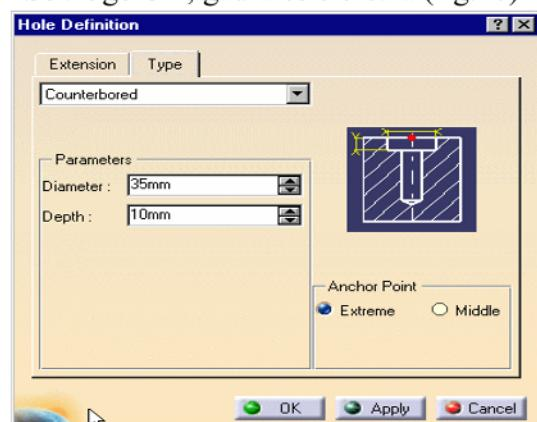

Fig.27. Dialogul de alegere a tipului gaurii
- În dialogul **Hole Definition** se selecteaza optiunea **Type** care permite alegerea tipului dorit de gaura (de exemplu, gaura în trepte – **Counterbored**, fig.27);
- Se introduc valori (35 mm ca diametru si 10 mm ca înaltime), sistemul afisând în **Preview** forma gaurii (fig.27);